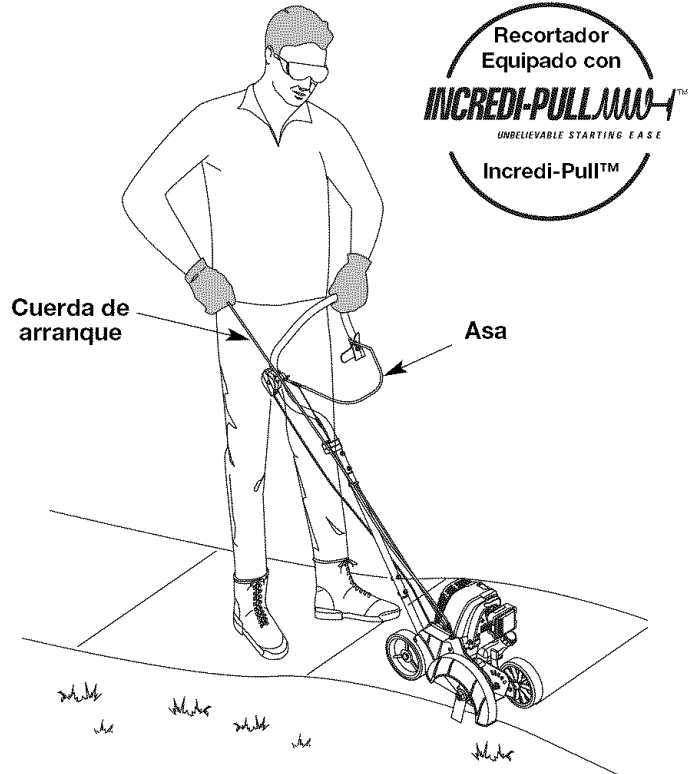
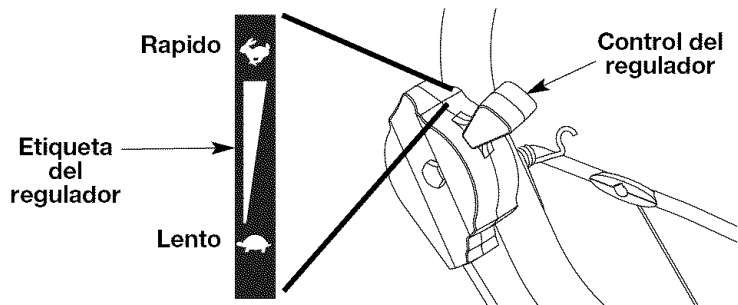

Fig. 14
Fig. 15
4. Párese en la posición de arranque (Fig. 14) y asegúrese de que el control del regulador (Fig. 15) esté en la posición LENTO (☷).
NOTA: No conecte el asa mientras tire de la cuerda de arranque (Fig. 14) o la unidad no arrancará.
2. Levante el asa (Fig. 14) y manténgala apretada contra la manija de la unidad